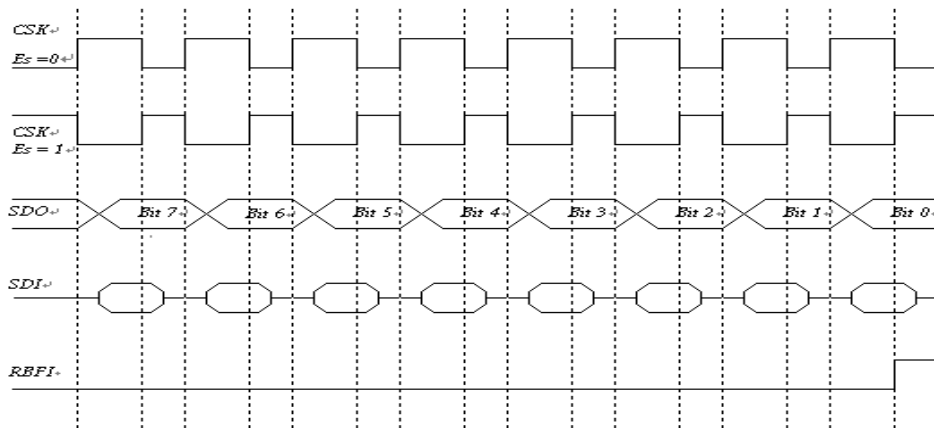
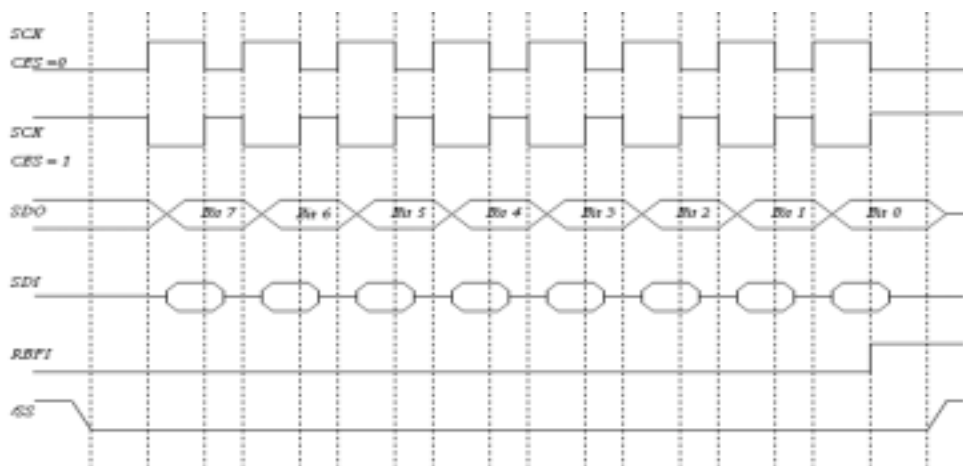

图 13 /SS 禁止时 SPI 模式
图 14 /SS 允许时 SPI 模式
- 时序图见图 13 和图 14。
SCK 边沿由编程位 CES 选择。对于主模式和/SS 禁止的从模式,图 13 所描述的波形都适用。但是,图 14 所描述的波形只有在/SS 允许时从模式下执行。